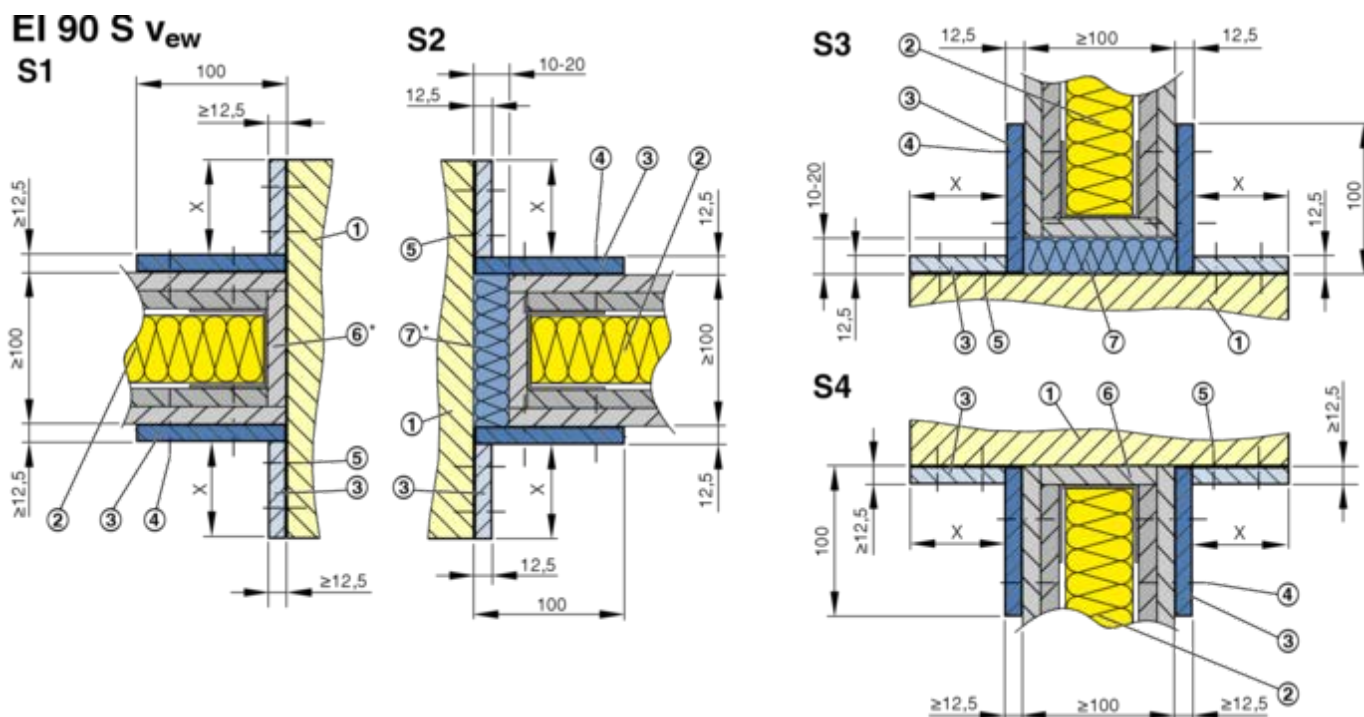
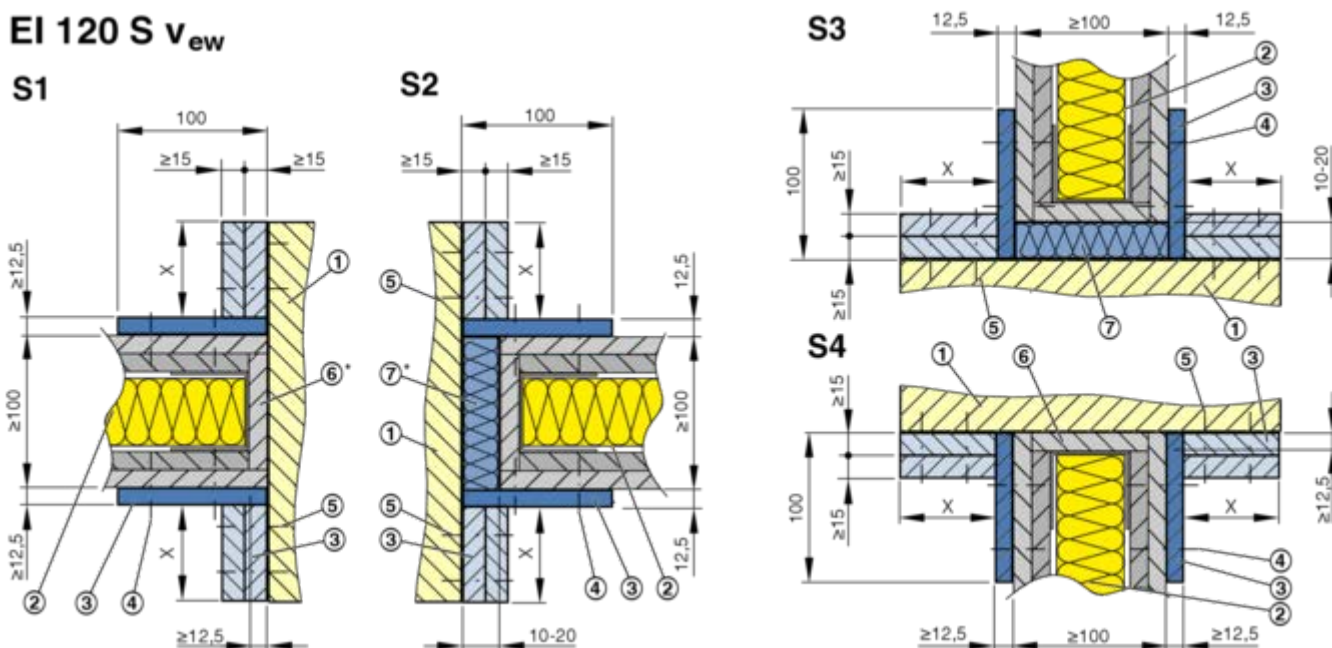

Fig. 38: Dettagli installazione a secco senza malta EK-JZ in una parete piena, parete piena con intercapedine EI 90 S
Fig. 39: Dettagli installazione a secco senza malta EK-JZ in una parete piena, parete piena con intercapedine EI 120 S, legenda ↪ Fig. 38
Profilo angolare ↪ Fig. 38 , Fig. 39
- EI 90 Sew : profili angolari su entrambi i lati della parete, 1 striscia  $\geq 12,5$  mm, ↗ Fig. 38
- EI 120 Sew : profili angolari su entrambi i lati della parete, 2 strisce  $\geq 15$  mm, ↗ Fig. 39
- Le cavità sono imbottite con lana minerale o lana di roccia (7).